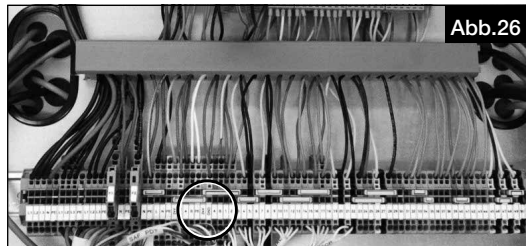

Abb.26
3. Leitung des Bedienelements mit den markierten Anschlusspunkten (Abb.26) im Klemmenkasten anschließen (s. Anschlussplan).